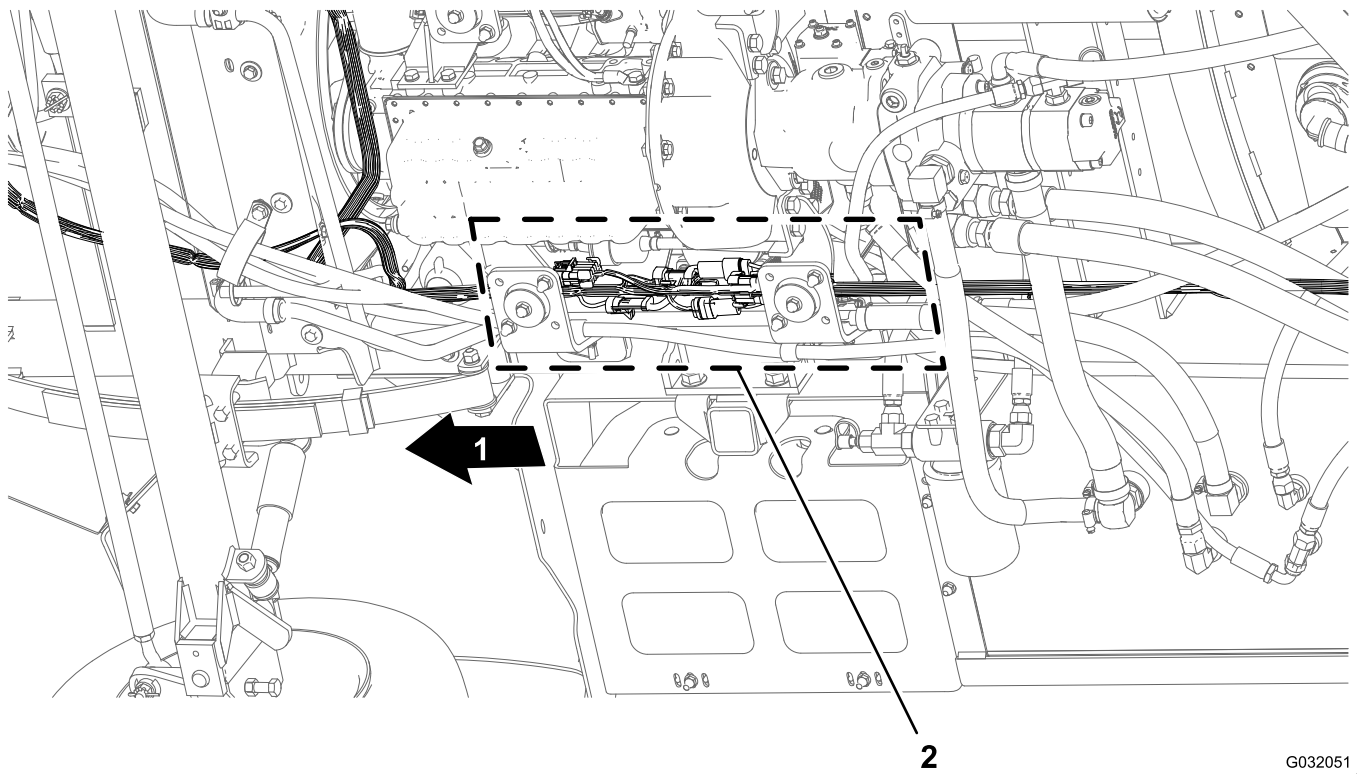

图28
1. 沿着机器下方的右机架管找到机器前后线束的电气接头图28。